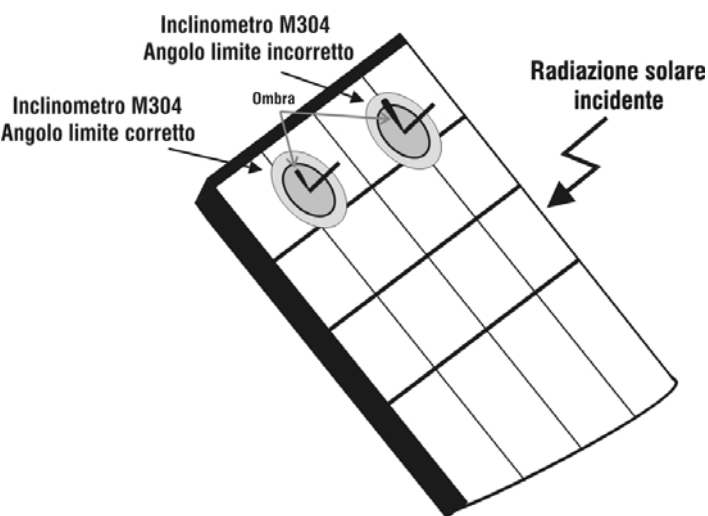

Fig. 7b: Posizionamento inclinometro M304
16. Montare lo stelo sul disco dell’accessorio M304 (inclinometro) in dotazione e tenerlo appoggiato sul piano del modulo. **Verificare che l’ombra dello stelo proiettata sul disco cada entro il “cerchio concentrico limite” interno al disco stesso (vedere Fig. 7b). In caso contrario l’angolo tra i raggi solari e la superficie del modulo è troppo elevato e pertanto le misure eseguite dallo strumento NON sono da ritenere attendibili. Ripetere le operazioni in altri momenti della giornata**